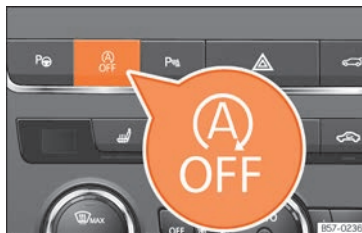

Fig. 96 Consola central: tecla del sistema Start-Stop.
- Para desconectar/conectar manualmente el sistema Start-Stop, pulse la tecla  >>> **fig. 96**